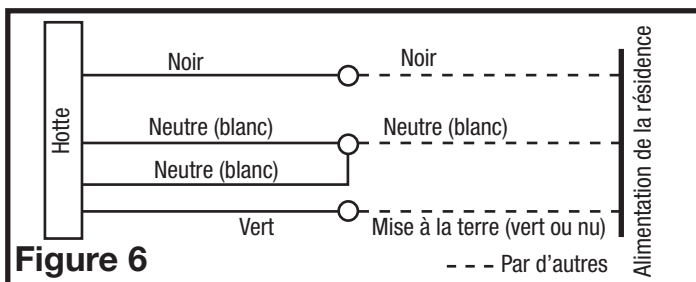

Figure 6
1. Connectez les deux câbles blancs lâches de la hotte au câble blanc de l'alimentation, et le câble noir lâche de la hotte au câble noir de l'alimentation. Branchez le fil de mise à la terre (vert ou dénudé) du bloc d'alimentation à la vis de mise à la terre verte de la hotte. Suivez les méthodes homologuées pour effectuer toutes les connexions (Figure 6).